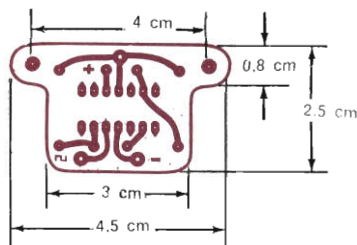

Fig. 4 - Piano di foratura del circuito stampato; per dare all'unità un aspetto professionale, si usino, come terminali, cilindretti di ancoraggio.
**Costruzione** - Nella *fig. 1* è riportato lo schema del generatore audio e nella *fig. 2* il circuito equivalente del circuito integrato. Nella *fig. 3* è rappresentato il circuito stampato in grandezza naturale e nella *fig. 4* sono visibili i particolari di foratura.